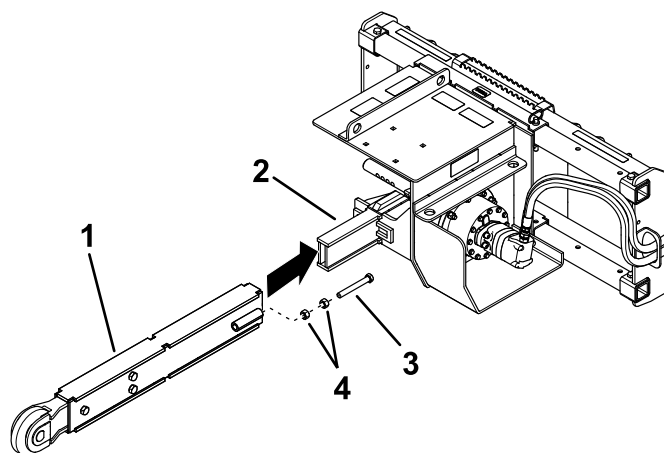

Figure 3
4. Retirez les écrous de blocage et le boulon de tension de chaque côté de l'élince (Figure 3).
6. Insérez les boulons dans les tubes, la tête des boulons et les écrous étant face à l'extrémité qui sera montée sur la tête d'entraînement (Figure 3).
7. Faites glisser l'élince par-dessus le bras sur la tête d'entraînement (Figure 3).